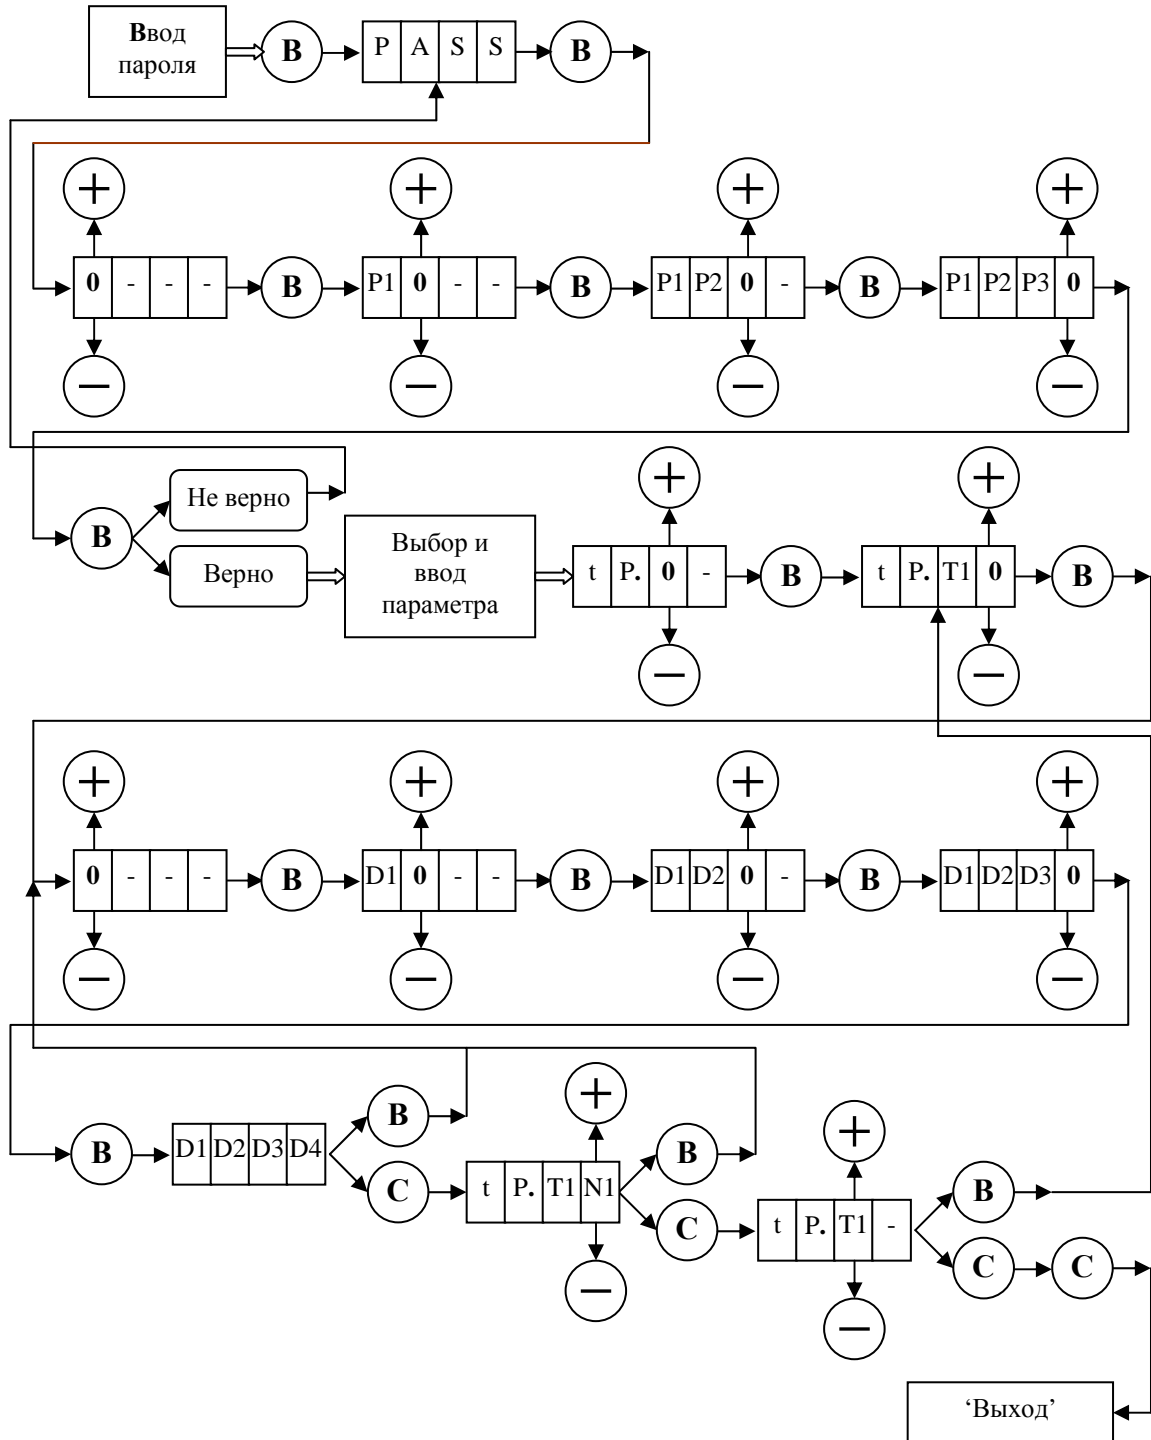

Рис. 3. Ввод параметров с помощью клавиатуры.
3.5.5.9. **Un_P** – пункт меню 1 уровня – редактирование параметров *Устройства*. Этот пункт меню подробно рассмотрен при описании режима ‘Редактирование параметров УСНА’. Диаграмма ввода параметров *Устройства* аналогична диаграмме ввода параметров БУАД и изображена на **рис. 3**.
3.5.7.3. На **рис. 3** изображена диаграмма ввода параметров с помощью клавиатуры, где кружки с соответствующими надписями обозначают кнопки клавиатуры, причем буква **В** обозначает **ВВОД**, а буква **С** – **СБРОС**.